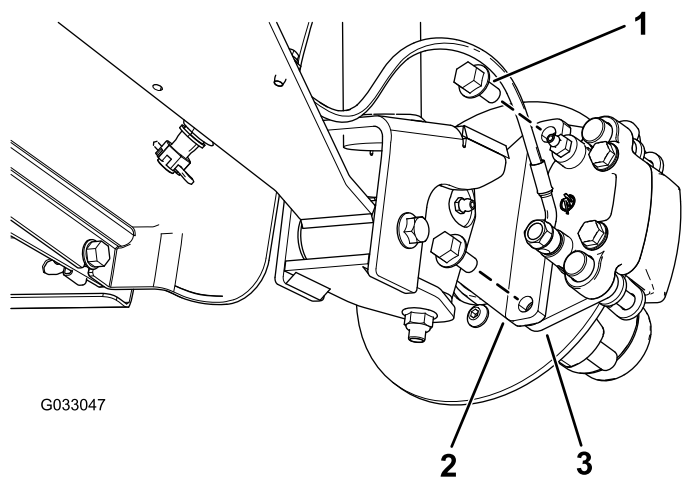
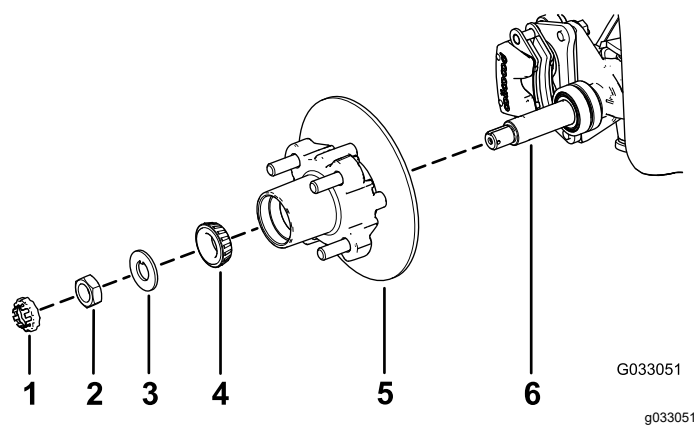

Рисунок 27
Рисунок 31
3. Выверните болты с фланцевыми головками ($\frac{3}{8} \times \frac{3}{4}$ дюйма), которые крепят кронштейн тормоза в сборе к оси, и отделите тормоз от оси (Рисунок 27).
1. Нанесите тонкий слой консистентной смазки указанного типа на ось (Рисунок 31).
2. Установите ступицу и тормозной диск на ось так, чтобы тормозной диск был внутри (Рисунок 31).
3. Установите наружный подшипник на ось и в наружное кольцо (Рисунок 31).
4. Установите стопорную шайбу на ось (Рисунок 31).
поворачивая ступицу так, чтобы подшипник был посажен на место (Рисунок 31).
- Совместите тормозные колодки с обеих сторон тормозного диска (Рисунок 27) с отверстиями в кронштейне суппорта и отверстиями в креплении тормоза на цапфе (Рисунок 31).
- Закрепите кронштейн суппорта на цапфе (Рисунок 27) с помощью 2 болтов с фланцевыми головками ($\frac{3}{8} \times \frac{3}{4}$ дюйма).